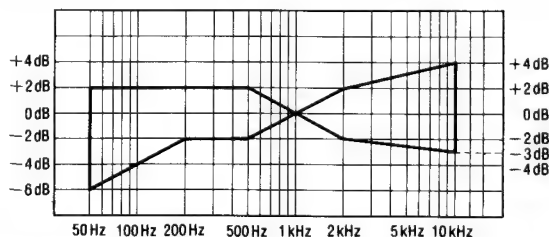

Fig. 4
2. Faire jouer le signal enregistré à l'étape 1 et vérifier que le niveau de chaque fréquence de sortie soit en deçà de la plage montrée à la Fig. 4 en comparaison avec la fréquence de référence (1 kHz).